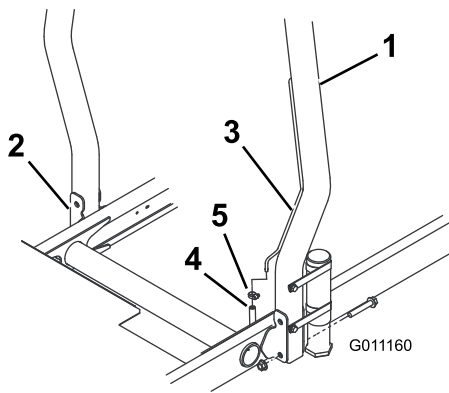

Figura 12
de ventilação no arco de segurança fica do lado esquerdo da máquina (Figura 12).
- Fixe cada lado do arco de segurança aos suportes de montagem com 2 parafusos de cabeça flangeada e porcas de bloqueio (Figura 12). Aperte os fixadores com uma força de 81 N m.